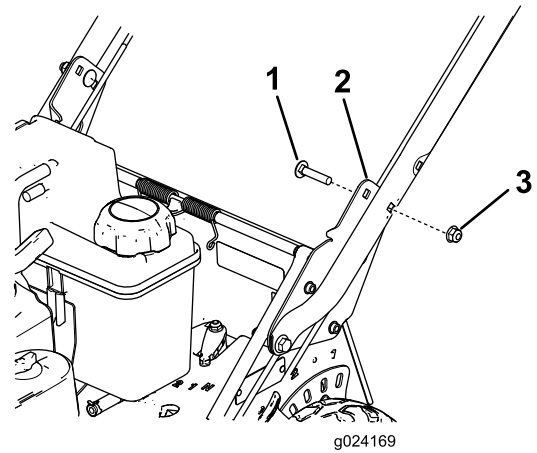

Figura 5
5. Sujete el manillar a los soportes del manillar en la posición de altura deseada con 2 pernos de cuello cuadrado (5/16" x 1 1/2") y 2 tuercas con arandela prensada (5/16"), según se muestra en Figura 5.